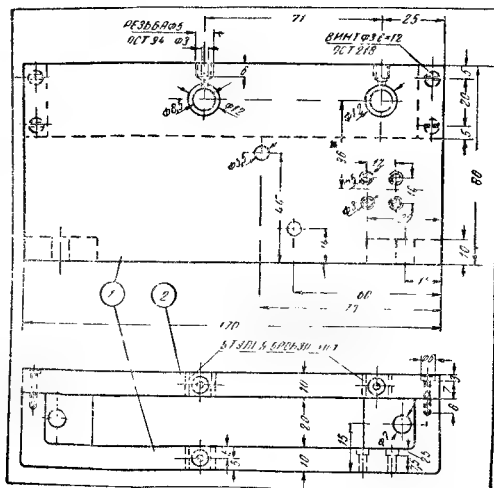

Рис. 5. Корпус лентопротяжного механизма
1. Корпус лентопротяжного механизма. Корпус механизма (рис. 5) отливается из дюралю, для чего могут быть использованы старые автомобильные поршни, и состоит из панели и планки. Панель имеет четыре стойки, две из которых служат для крепления к планке и две — для крепления корпуса к основанию.